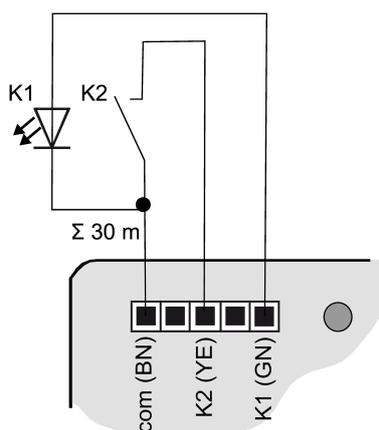
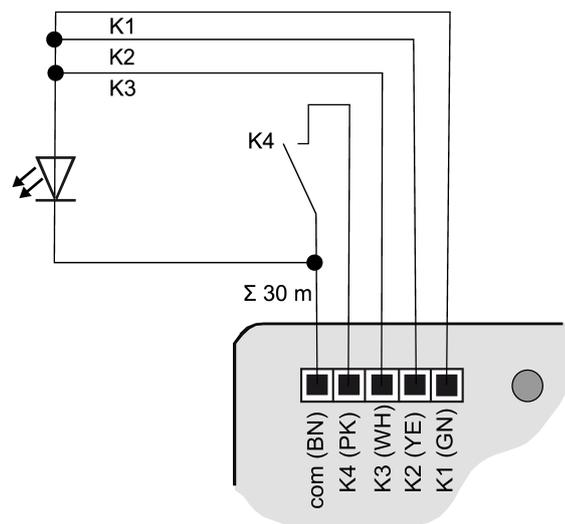

Bild 3: Anschlussbeispiel Tasterschnittstelle 2fach
Bild 7: Anschlussbeispiel mit parallelgeschalteten Ausgängen
- Taster, Schalter, Kontakte, LED oder NTC gemäß Anschlussbeispiele mit beiliegenden Anschlussleitungen (4) anschließen (siehe Bild 3) bis (siehe Bild 7). Die Anschlussbeispiele zeigen die Verwendung mit Eingängen und Ausgängen.
- i** Zur Erhöhung des Ausgangsstroms können Ausgänge bei gleicher Parametrierung auch parallel geschaltet werden, im Beispiel (siehe Bild 7) K1-K3 sind hier parallel geschaltet.